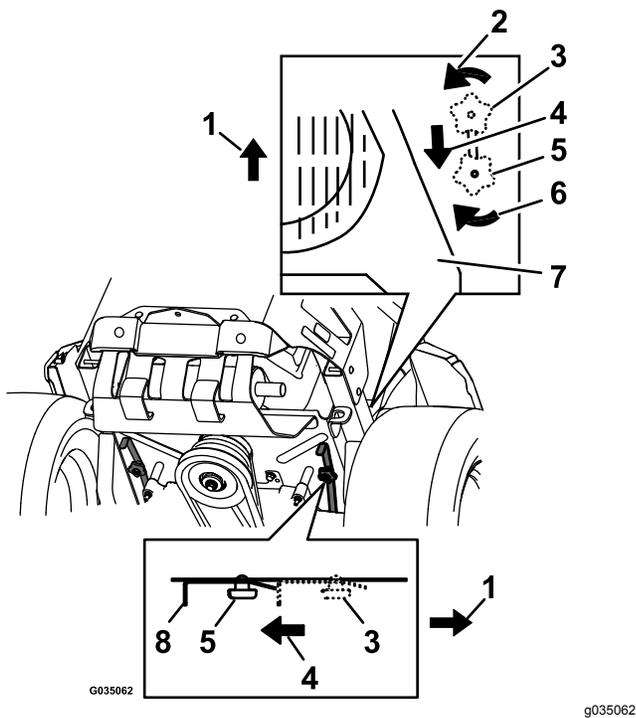

Figure 34
3. Pour pousser la machine, déplacez les deux boutons de dérivation en arrière et bloquez-les en place (Figure 34).
5. Pour faire fonctionner la machine, amenez les boutons de dérivation en position AVANT et verrouillez-les en place (Figure 34).